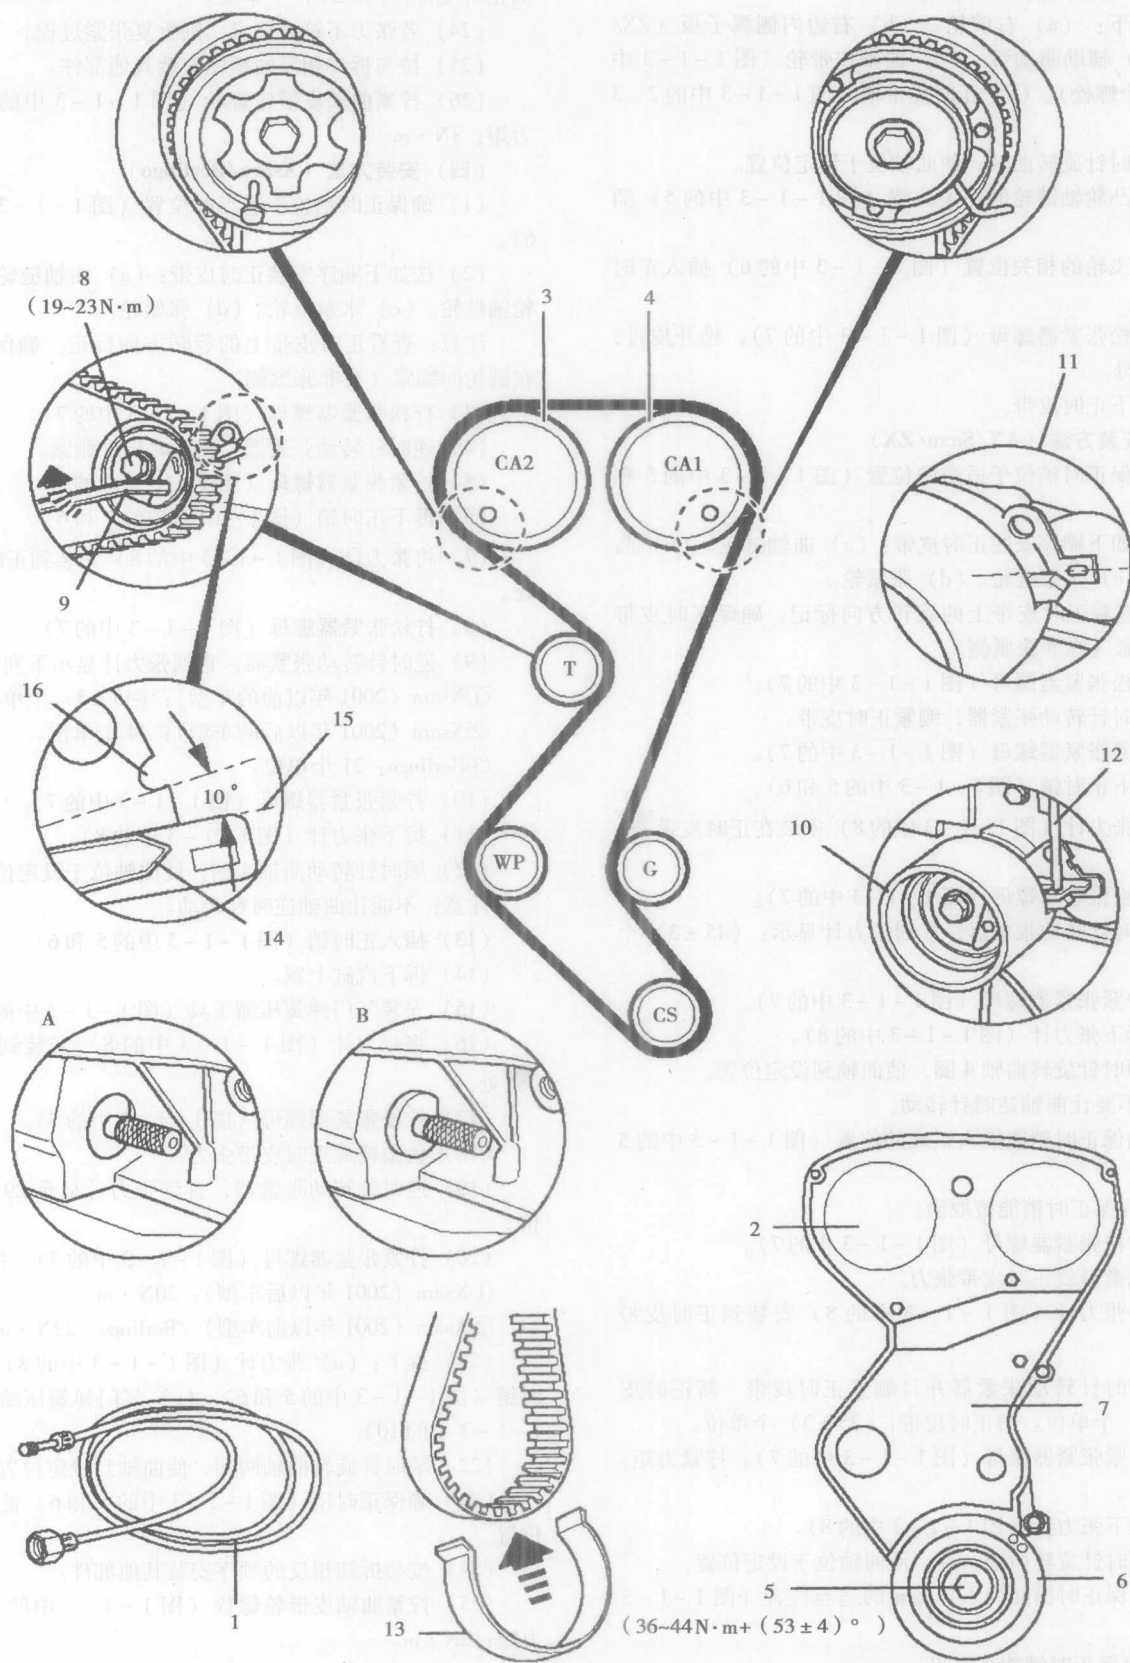

图 1-1-4 示意图
(一) 示意图 (图 1-1-4)
(4) C5: 释放燃油压力。使用专用工具 No. 4192-T (图 1-1-4 中的 1)。
(5) HPI: 断开燃油管并且装上堵头。
(6) HPI: 拆掉冷却液膨胀水箱固定螺栓。
(7) HPI: 将冷却液软管从横梁上拆开。
(8) Xsara/Picasso: 支撑发动机。
(9) 拆下: (a) HPI: 冷却液膨胀水箱。(b) HPI/Xsara/Picasso: 扭矩反力杆。(c) Xsara/Picasso: 排气歧管下行管。(d) Xsara/Picasso: 右发动机座。(e) 正时皮带上罩 (图 1-1-4 中的 2)。
(10) 顺时针转动曲轴, 使曲轴位于设定位置。
(11) 插入飞轮/驱动盘锁止工具: (a) MT (图 1-1-4 中的 A)。(b) AT (图 1-1-4 中的 B)。
(12) HPI: 在凸轮轴链轮的相关位置 (图 1-1-4 中的 3 和 4) 插入正时销。
(13) 除 HPI 以外: 在凸轮轴链轮的适当位置 (图 1-1-4 中的 3 和 4) 插入正时销。
(14) 拆下: (a) 曲轴皮带轮螺栓 (图 1-1-4 中的 5)。(b) 曲轴皮带轮 (图 1-1-4 中的 6)。(c) 正时皮带下罩 (图 1-1-4 中的 7)。
(15) 拧松张紧器螺栓 (图 1-1-4 中的 8)。
(16) 用六角扳手 (图 1-1-4 中的 9) 顺时针转动张紧器。
(17) 拆下正时皮带。
(1) 确保飞轮锁止工具位于正确的位置 (图 1-1-4 中的 A 或 B)。
(2) 确保正时销位于正确的位置 (图 1-1-4 中的 3 和 4)。
(3) 将调整工具 (图 1-1-4 中的 10) 安装到张紧轮上。
(4) 顺时针转动张紧器, 直到指示器超过标记 (图 1-1-4 中的 11)。
(5) 将锁止工具 (图 1-1-4 中的 12) 安装张紧器的相关位置上。
(6) 从张紧轮上拆下调整工具 (图 1-1-4 中的 10)。
(7) 将正时皮带安装到曲轴链轮上。
(8) 用保持夹 (图 1-1-4 中的 13) 将正时皮带夹紧到曲轴链轮上。
(9) 逆时针方向安装正时皮带。确保正时皮带在链轮之间绷紧。
(10) 拆下工具 (图 1-1-4 中的 A 或 B, 图 1-1-4 中的 3、4 和 13)。
(11) 安装正时皮带下罩 (图 1-1-4 中的 7)。
(12) 安装曲轴皮带轮 (图 1-1-4 中的 6)。
(13) 拧紧曲轴皮带轮螺栓 (图 1-1-4 中的 5): (a) 拧紧力矩: $36 \sim 44 \text{ N} \cdot \text{m}$ 。(b) 角度拧紧力矩: $(53 \pm 4)^\circ$ 。
(14) 用六角扳手 (图 1-1-4 中的 9) 逆时针转动张紧轮, 直到指示器 (图 1-1-4 中的 14) 指到适当位置 (图 1-1-4 中的 15)。
注意: 箭头应该超过标记 (图 1-1-4 中的 16) 至少 10° , 若不符合要求, 则将张紧轮放回原位。